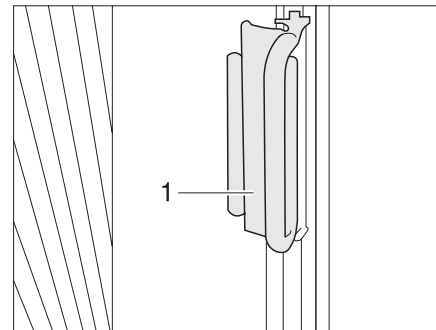

Fig. 4 Estor plegable, bloqueo
- ▶ Sujetar cada vez el tirador (Fig. 4,1) de los estores plegables a ambos lados de la luna delantera y tirarlos cuidadosamente hacia el centro de la luna delantera, hasta que el cierre magnético mantenga cerrado el estor plegable.
- ▶ Empujar el tirador (Fig. 4,1) a la pieza sobrepuesta. El estor plegable está asegurado.